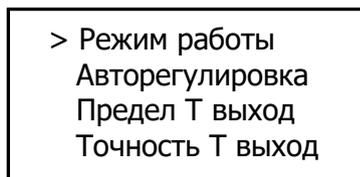

Рис. 12
7.9. Для входа в меню необходимо удерживать нажатой **кнопку выбора** (см. рис. 8) более 3 сек. Первая страница меню показана на рис. 12.
При перемещении курсора вниз на первой странице меню (см. рис. 12) произойдёт переход на вторую страницу меню.